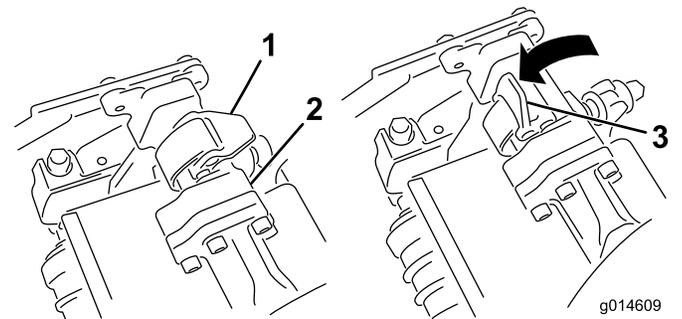

図 33
- ラッチを下げて閉じるとカッティングユニットのバーがロックされてユニットがアームにセットされる (図 33)。
5. 取り外したいカッティングユニットのサスペンションアームのバーについているラッチを開く(図33)。